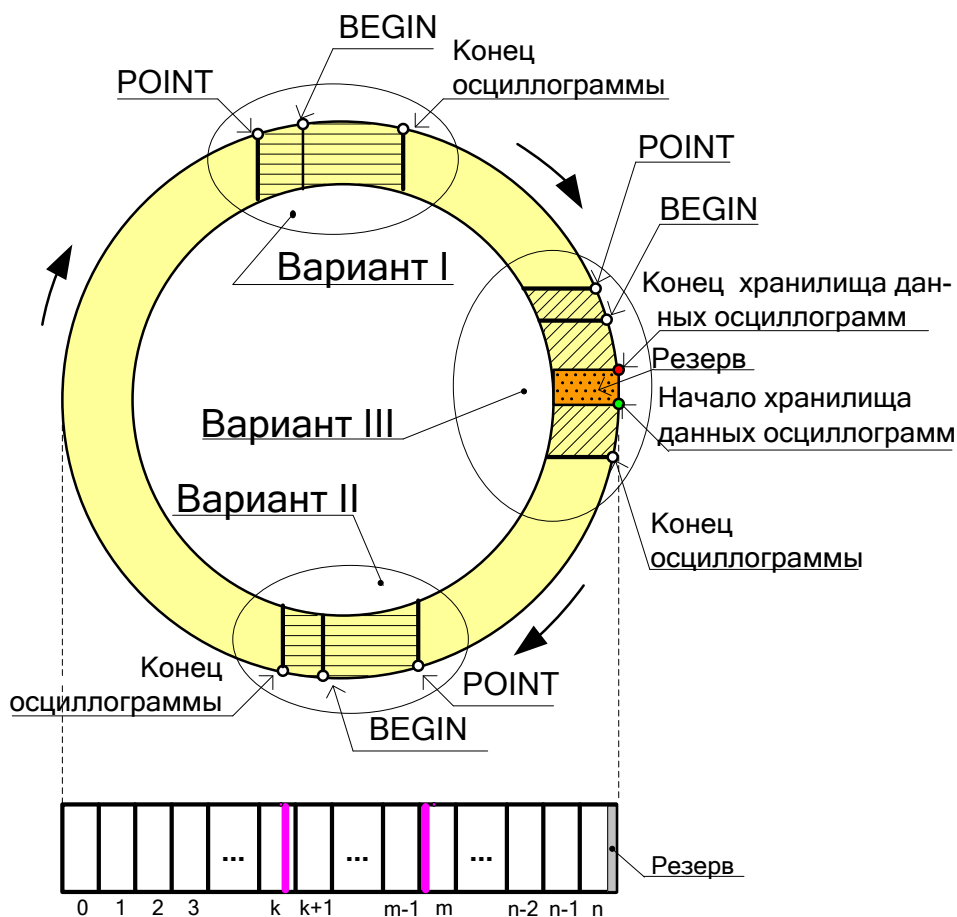

Рисунок 3.2
*Протокол связи «МР-СЕТЬ» обеспечивает считывание осциллограмм из массива данных в циклическом режиме (см. рисунок 3.2), при этом в зависимости от того, в какой сектор кольцевого цикла («Вариант I» или «Вариант II») попала искомая осциллограмма адрес аварии (BEGIN) может быть больше или меньше адреса начала блока текущей осциллограммы (POINT). При чтении осциллограммы область «Резерв» в массиве данных должна быть исключена.*